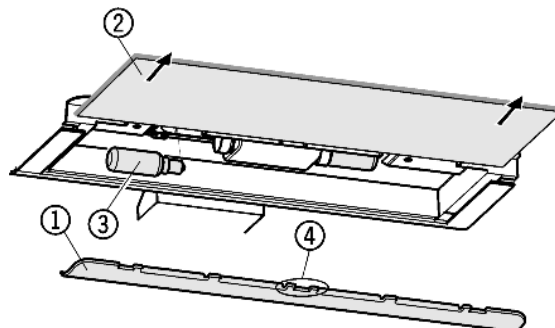

Fig. 13
- ▶ Zdjąć przestonę Fig. 13 (1): włożyć palec pod przestonę i wycześcić ją.
- ▶ Wyciągnąć płytkę szklaną Fig. 13 (2).
- ▶ Wymienić żarówkę Fig. 13 (3).
- ▶ Założyć z powrotem przesłonę: zaczeplić po prawej i po lewej stronie uważając, aby haczyk *Fig. 13 (4)* chwycił płytkę szklaną.